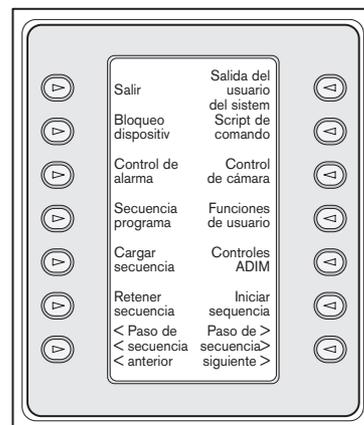

FIGURA 4-2 Menú de control principal de Allegiant
- Después del registro en el sistema, la pantalla de teclas programables mostrará el menú de *control principal de Allegiant*, mostrado en la FIGURA 4-2.